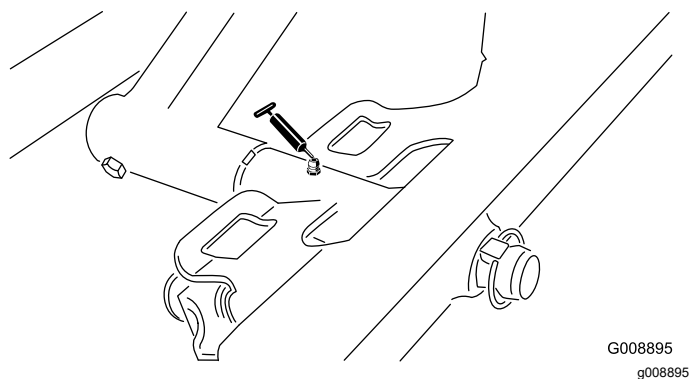

Figure 61
- Pivot d'unité de coupe avant (Figure 61)